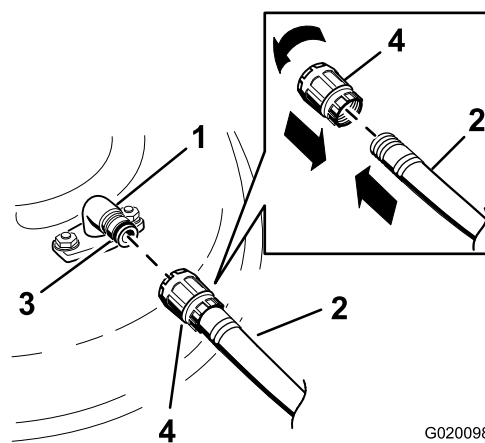

Figura 74
3. Coloque união da mangueira na extremidade de limpeza do cortador e ligue a água em elevado (Figura 74).